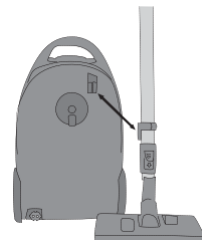

Abbildung 10 Staubsauger verstauen
3. Stellen Sie den Staubsauger aufrecht hin. An der Rückseite des Staubsaugers, neben dem Vorderrad, befindet sich ein Befestigungsschlitz für die Zubehörschiene, siehe Abbildung 10. Schieben Sie die Unterseite der Zubehörschiene in den Schlitz. So können Sie den Staubsauger leicht verstauen und ihn schnell wieder hervorholen, ohne die Teile auseinandernehmen zu müssen.